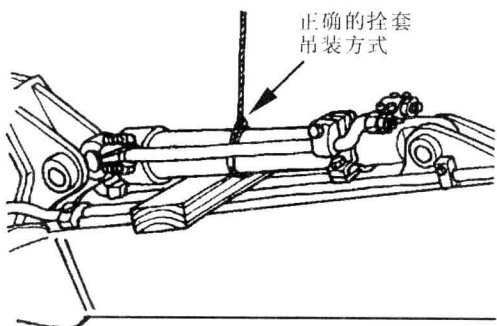

图 1-3 正确的拴套吊装方式
1) 将衬垫(软物质)垫在货物的尖角部分,以使尼龙吊索不直接接触尖角,使用衬垫可防止尼龙吊索破损,并防止起吊货物滑落。正确的拴套吊装方式如图 1-3 所示。